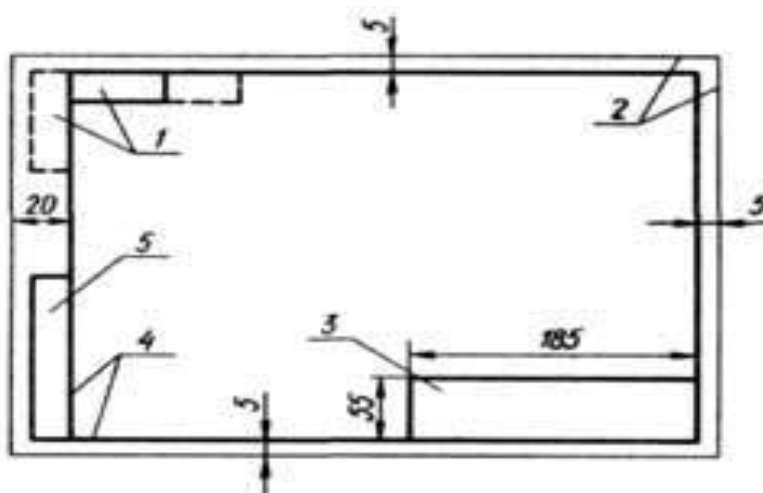

Рис. 1. Рамка чертежа и прямоугольник для основной надписи:
- при ссылках в тексте на структурные элементы письменной работы или другие формы представления материала необходимо указывать их названия и порядковые номера. Например: "... в разделе 1 были рассмотрены...", "... согласно 1.1", "... в соответствии с таблицей 1", (таблица 1), "... на рисунке 1", (рисунок 1), "... по формуле (1)", "... в уравнении (1)", "... в перечислении (1)", "... в приложении 1", (приложение 1) и т.п.,
Чертеж оформляют рамкой (рис. 1) и основной надписью (угловым штампом в соответствии с ГОСТ 2.104-68 ЕКСД).
Чертежи оформляют рамкой (рис. 1), которую наносят внутри границ формата: сверху, справа и снизу — на расстоянии 5 мм, слева — на расстоянии 20 мм (для брошюровки чертежа). Внутри рамки в правом нижнем углу помещается основная надпись. На листах формата 11 основную надпись помещают вдоль короткой стороны листа. Рамку и графы основной надписи выполняют сплошной основной линией.